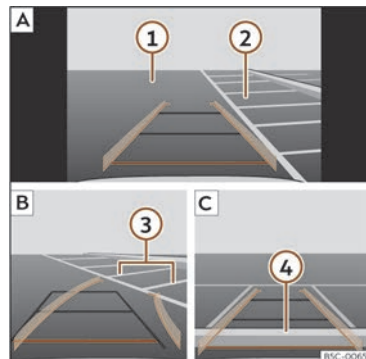

Fig. 160 Afișaj pe ecranul sistemului Infotainment: parcare cu asistență la deplasarea în marșarier.
Explicație pentru >>> **fig. 160:**
• Opriti autovehiculul în fața locului de parcare >>> **fig. 160 2 A**.